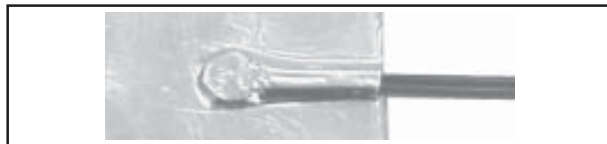

Fig. 6
- f) Em alguns casos, a soldagem sobre a superfície do evaporador pode avariá-lo ou ser difícil de realizar pois este é de alumínio. Para evitar isto, os termopares podem ser fixados sobre a superfície com uma fita adesiva de alumínio (fig. 6). Deve-se garantir que a superfície esteja limpa para uma perfeita adesão da fita.